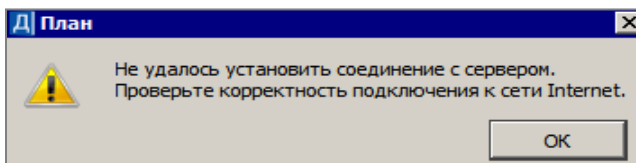

Рис. 32.12
**На заметку** Если на текущий момент работы отсутствует соединение с сервером, то об этом появится сообщение (рис. 32.12).